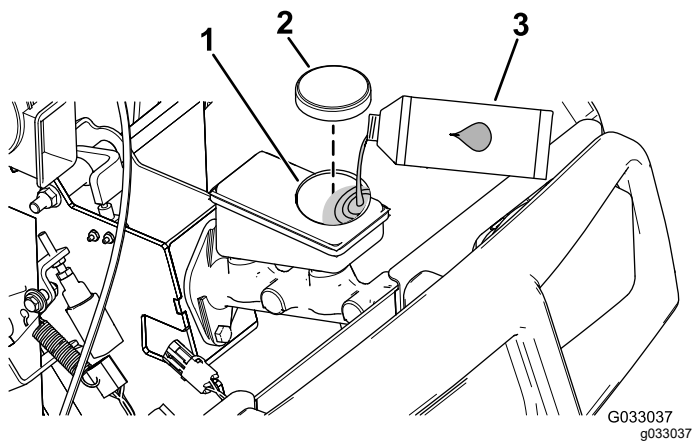

Figura 16
2. Eleve novamente o capot para obter acesso ao cilindro principal do travão e reservatório (Figura 16).
- A. Limpe a zona em redor da tampa do reservatório e retire-a (Figura 16).
- C. Coloque a tampa do reservatório (Figura 16).